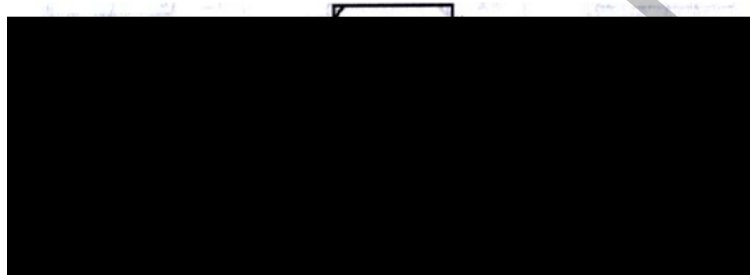

Рис. 7.13. Неверное размещение перекрестков. Перекресток для слияния "И" не может следовать за перекрестком для разветвления "ИЛИ"
2. Перекресток для слияния "И" не может следовать за перекрестком для разветвления типа синхронного или асинхронного "ИЛИ" (рис. 7.13). Действительно, после работы 1 может запускаться только одна работа – 2 или 3, а для запуска работы 4 требуется окончание обеих работ — 2 и 3. Такой сценарий не может реализоваться.